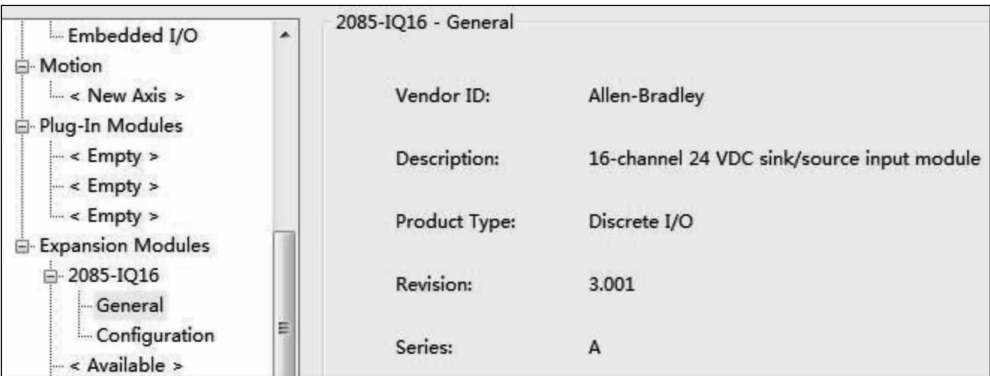

图 4-15 扩展模块详情
1) 选择想要组态的 I/O 扩展设备。点击“General”，可以看到刚刚添加的扩展 I/O 设备的详情，如图 4-15 所示。